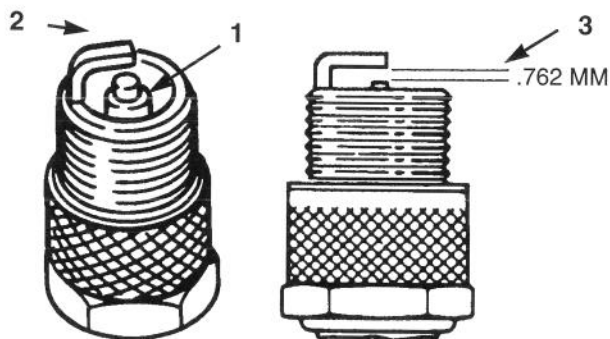

Bild 23
1. Die Mitte der Zündkerze anschauen (Bild 23). Wenn das Isolierteil hellbraun oder -grau ist, läuft der Motor richtig. Ein schwarzer Überzug bedeutet häufig einen verschmutzten Luftfilter.
2. Den Abstand zwischen der zentralen und seitlichen Elektrode feststellen (Bild 23). Bei falschem Abstand die seitliche Elektrode entsprechend verbiegen (Bild 23).